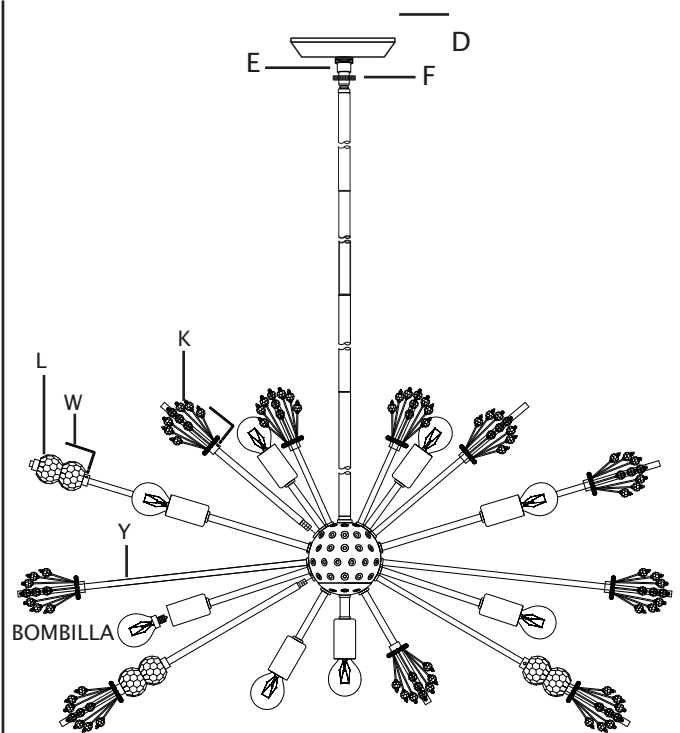

FIG. 6
18. Levante la cubierta (D) hasta el techo. Pase el orificio en la cubierta (D) sobre el pivote (E). Coloque la cubierta (D) contra el techo.
19. Levante el anillo roscado (F) hasta la cubierta (D). Enrosque el anillo roscado (F) en el pivote (E). Ajuste el anillo roscado (F) para fijar el artefacto al techo.
21. Enrosque cada varilla (Y) en los orificios del cuerpo del artefacto.
22. Para fijar la pieza de diseño "starbust" (K) y la esfera de cristal (L): Utilizando la llave hexagonal (W), afloje el tornillo de ajuste del collar de la pieza de diseño "starbust" /esfera de cristal. Deslice el extremo del collar de la pieza de diseño "starbust" /esfera de cristal sobre el extremo de la varilla. Apriete el tornillo de fijación con la llave hexagonal (W) para asegurar la pieza de diseño "starbust" /esfera de cristal en su lugar.
23. Utilice la FIG. 6 para el posicionamiento de las piezas de diseño "starbust" (K) y las esferas de cristal (L).